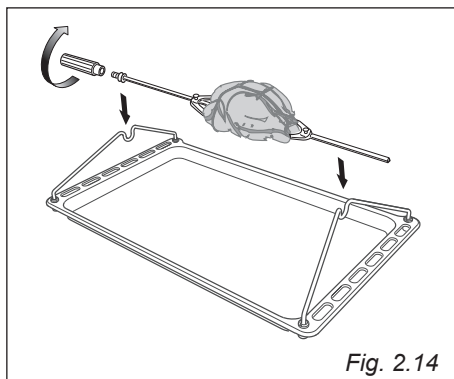

Fig. 2.14
3. Porre l'asta di acciaio inox sui supporti (fig. 2.14).